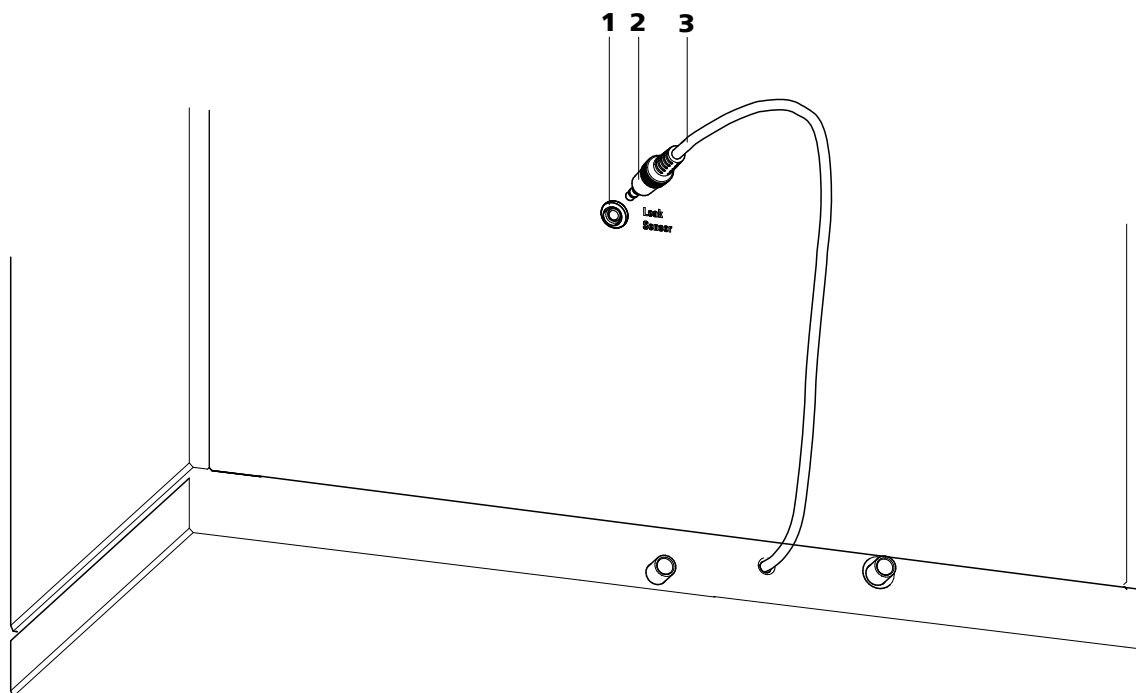

Figure 7 Connexion du détecteur de fuites à la face arrière de l'appareil
- 1 Insérer la fiche de connexion du détecteur de fuites (7-2) dans la prise de connexion du détecteur de fuites (7-1) sur la face arrière de l'appareil (voir Figure 7, page 25).